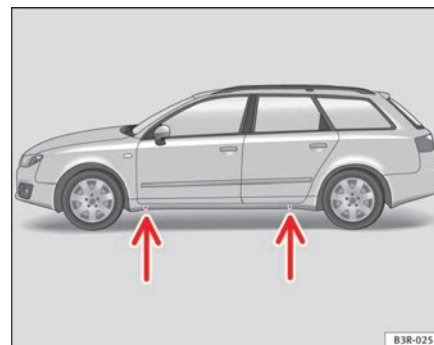

Fig. 190 Cambio di una ruota: Punti di appoggio per il cric
- Applicare il cric al montante inferiore della vettura nel **punto di appoggio** più vicino alla ruota da sostituire ⇒ pag. 261, fig. 190 -freccette-.
Sul montante inferiore sono segnati i punti a cui applicare il cric ⇒ pag. 261, fig. 190 -freccette-. È previsto *un* punto di presa per ogni ruota. Non collocare il cric in altri punti.